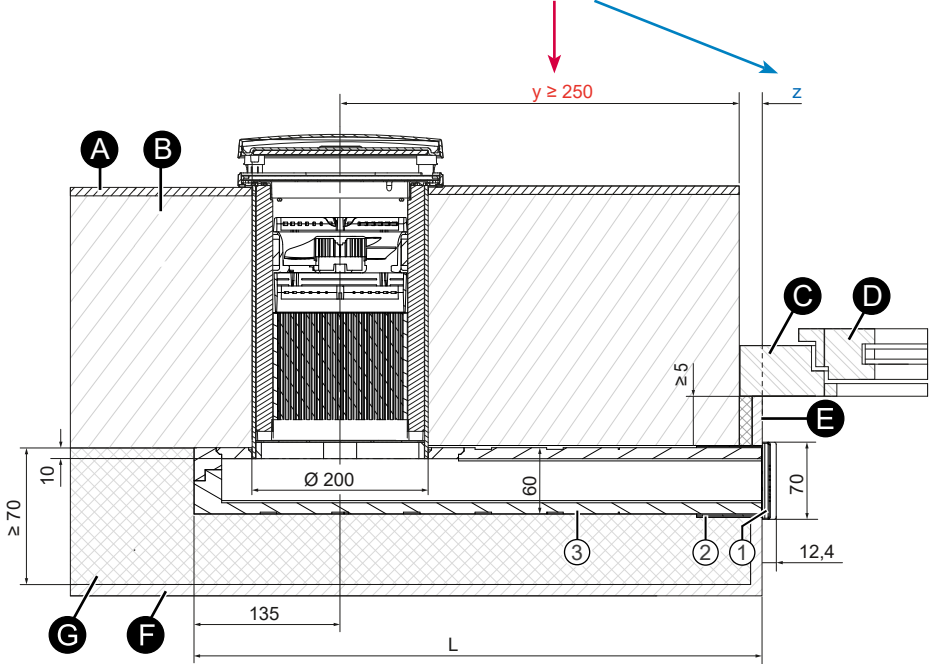

Abbildung 13: Schnittzeichnung, beispielhaft dargestellt Lüftungsgerät iv4-Zero Corner (Draufsicht)
2) Siehe Schnittzeichnung (16 f., Abb. 13/14)